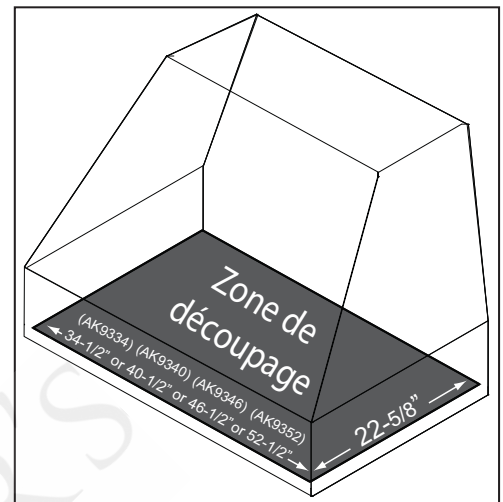

FIG. 1
2. Pratiquez une ouverture dans la partie inférieure de l'armoire selon les dimensions apparaissant à la FIG. 1.